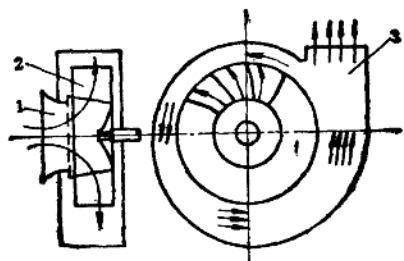

图 1-7 离心式通风机示意图
1) 离心式通风机: 气流沿轴向进入, 在叶轮内沿径向流动, 如图1-7所示。